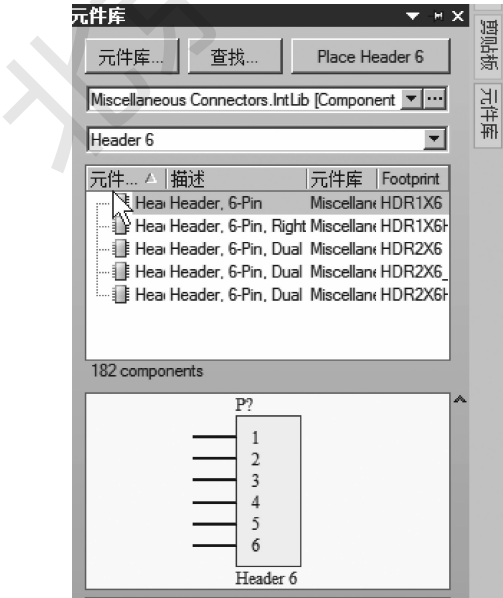

图 1-93 在 Miscellaneous Connectors. IntLib 库中查找接口
(1) 点击：右边栏“元件库”标签⇒选择确认 Miscellaneous Connectors. IntLib（常用接口库）⇒在屏蔽栏输入 Header 6⇒选定名为 Header 6 的接口符号⇒点击 Place Header 6（放置 Header 6），如图 1-93 所示。